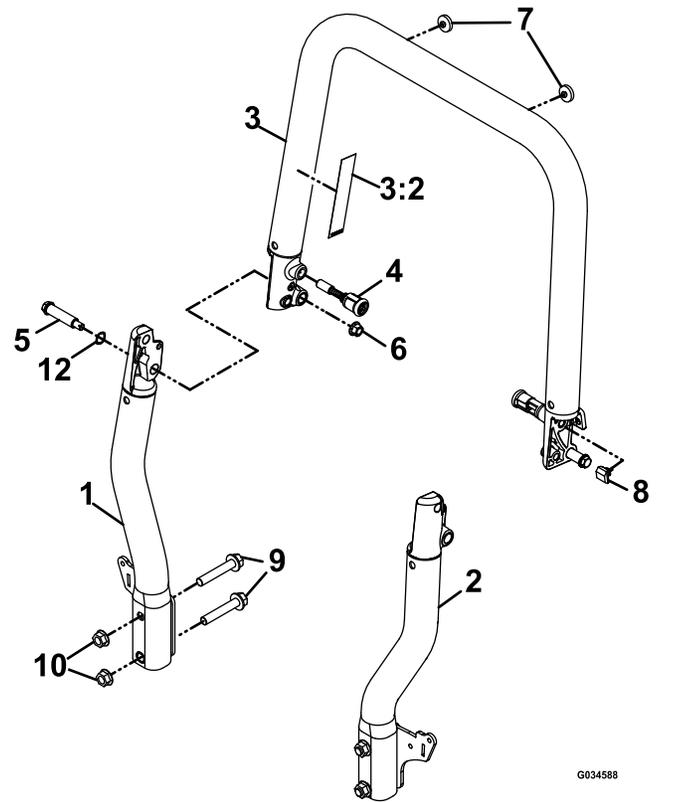

Figure 1
2. Fixez légèrement les montants inférieurs du système ROPS de chaque côté sur la tondeuse à l'aide de deux vis ( $\frac{5}{8}$  po-11 x  $3\frac{1}{2}$  po, grade 8) et de deux écrous Whizlock ( $\frac{5}{8}$  po), comme montré à la Figure 1.
3. Placez les boulons de pivot à épaulement dans les montants inférieurs moulés du système ROPS et assemblez le tube supérieur sur les montants inférieurs au moyen des fixations montrées à la Figure 1.